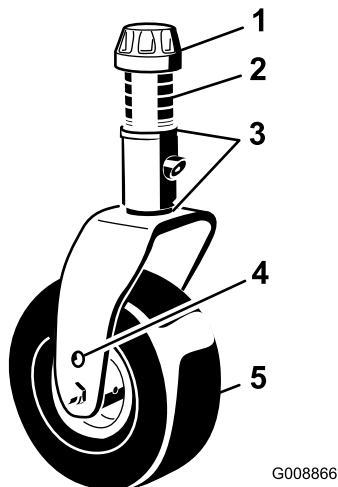

Figura 128
1. Togliete il cappuccio di tensione dall'asse del perno della ruota orientabile ed estraete il perno dal braccio della ruota orientabile (Figura 128).
Rimuovete il cappuccio di tensione e la forcella della ruota orientabile (Figura 128).